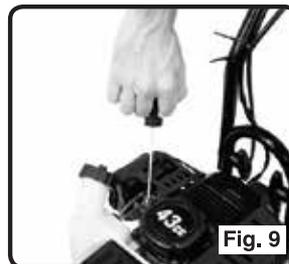

Fig. 9
5. Saisir la poignée du démarreur à rappel avec la main droite, et soutenir le rotoculteur avec la main gauche (voir fig. 9).
4. Saisir la poignée du démarreur à rappel avec la main droite, et soutenir le rotoculteur avec la main gauche (voir fig. 9).